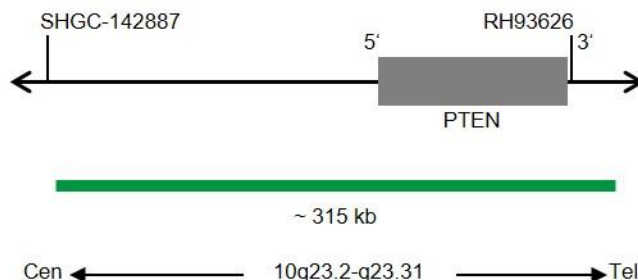

Fig. 1 : Carte de la sonde SPEC PTEN (pas à l'échelle)
- Polynucléotides marqués au ZyGreen (excitation 503 nm/émission 528 nm) (~10 ng/ μ l), qui ciblent une séquence de 10q23.2-q23.31* (chr10:89,440,649-89,755,790) hébergeant la région génétique PTEN (voir figure 1).